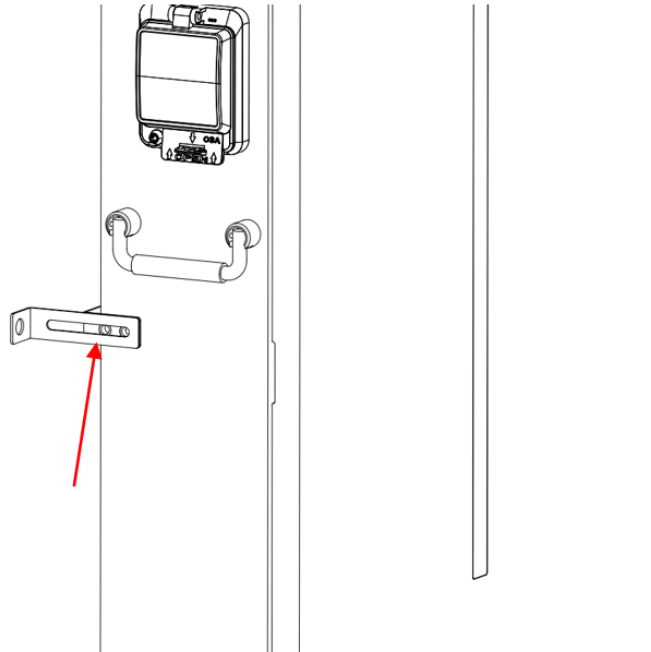

Abbildung 5-6
- d) Drehen Sie die linken und rechten Schrauben auf die entsprechende Position, dass die Batterie senkrecht zum Boden steht. Der Spielraum links und rechts des Batteriepacks beträgt 15,5 - 54 mm, der kürzeste Wandabstand 15,5 mm und der weiteste Wandabstand 69,5 mm wie in Abbildung 5-6 dargestellt.